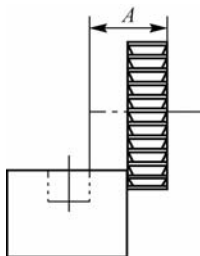

图 7-34 侧面对刀
(3) 对刀方法。常用的对刀方法有如下两种。
① 划线对刀。在工件上划出沟槽的尺寸、位置线, 安装校正工件后, 调整机床, 使铣刀两侧刃对准工件所划的沟槽宽度线, 将不使用的进给机构紧固, 铣出沟槽。
② 侧面对刀。安装校正工件后, 适当调整机床, 使铣刀侧面轻轻与工件侧面接触, 降下工作台, 移动横向进给 A (铣刀宽度和工件侧面到沟槽侧面的距离之和), 如图 7-34 所示。将横向进给紧固, 调整切削深度, 铣出沟槽。